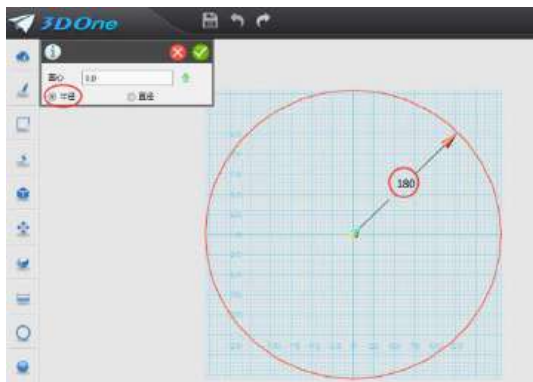
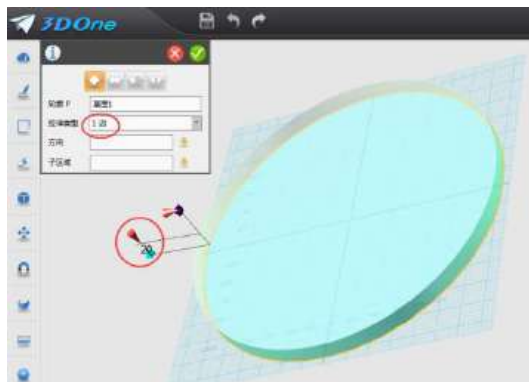

图 11-1
图 11-2
2.制作钟盘体：鼠标移到屏幕最左侧第二个图标“草图绘制”命令里面的“圆形”命令，绘制出半径 180 的圆形草图，如图 11-1。对绘制草图进行拉伸，鼠标单击草图，出现“迷你棒”，点击“拉伸”命令，拉伸类型：一边；高度：20，如图 11-2，确定完成。